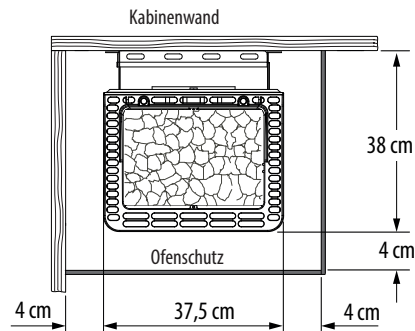

Abb. 2
- Bei der Montage des Saunaofens ist darauf zu achten, dass der horizontale (seitliche) Abstand zwischen Ofen und Kabinenwand mindestens **4 cm** beträgt (Abb. 2).